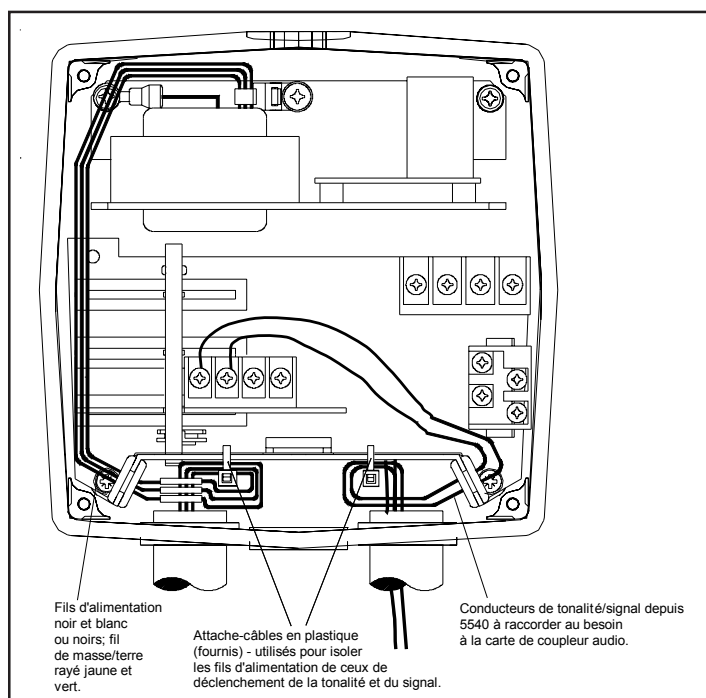

Figure 3. Câblage de l'Adaptatone
2. Poser les fils dans une canalisation électrique et les faire passer par l'une des débouchures dans le fond de l'appareil. La canalisation et son raccordement au trou de 1/2 po (12,7 mm) doivent être approuvés pour le degré de protection et d'enceinte requis par l'application. Utiliser les serre-câbles en plastique fournis, sur la barrière des circuits électroniques, pour isoler les conducteurs d'entrée de l'alimentation de ceux de signalisation et de déclenchement de la tonalité, conformément au National Electrical Code (Fig. 3)